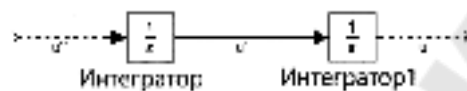

Рис. 1.3. Первая стадия модели в программе Simulink
2)Способом, описанным выше, добавьте стрелку, входящую в блок Integrator (Интегратор) (представляет  $u''$ ), и стрелку, выходящую из блока Integrator 1 (Интегратор 1) (представляет  $u$ ). Эти стрелки еще не обеспечивают соединение с другими блоками, поэтому программа Simulink отмечает их пунктирными линиями, чтобы напомнить вам, что они не являются полностью работоспособными. Идея состоит в том, что  $u$  получается путем интегрирования из  $u'$ , а  $u'$  получается тем же путем из  $u''$ . Ваше окно модели теперь должно выглядеть так, как изображено на рисунке ниже (рис. 1.3).